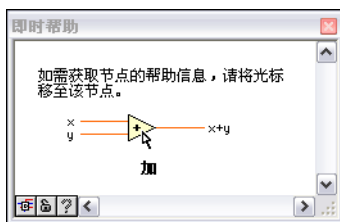

图 2-2 即时帮助窗口
1. 在前面板窗口或程序框图窗口中选择**帮助**»**显示即时帮助**，显示**即时帮助**窗口。如图 2-2 所示。也可单击前面板或程序框图工具栏的**显示即时帮助窗口**按钮，显示**即时帮助**窗口。如左图所示。